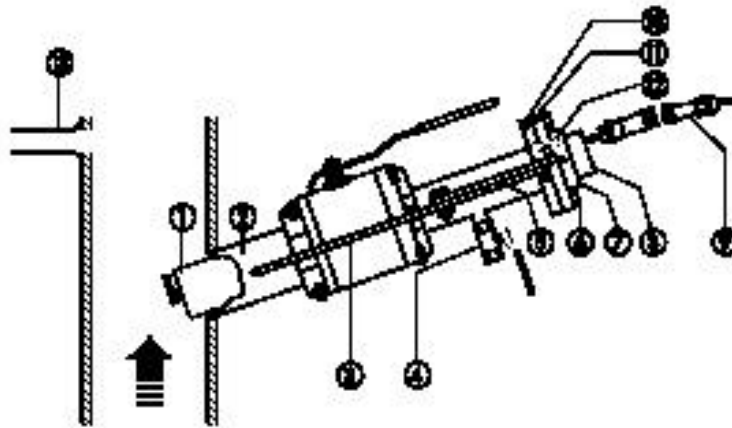

图6 配套球阀装置的安装情形
请参照图6所示。
- 3、将旋转套环（如图6所示）两端的固定螺丝钉拧松。
- 5、在保持传感器探头定位方向不变的情况下，旋转传感器连接法兰直至与球阀连接法兰对应（两个法兰如图6所示）。
- 3、参照图6所示，取掉传感器连接法兰插脚上的两个铰链夹。